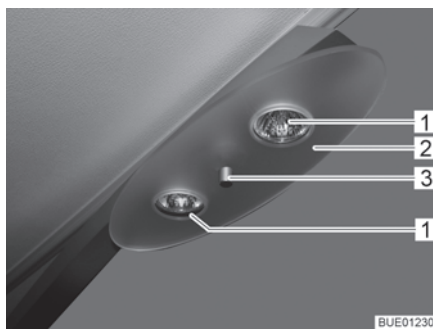

Fig. 189 Lámpara halógena de techo
- Desenroscar la tuerca de fijación (Fig. 189,3) y retirar la cubierta (Fig. 189,2).
- Extraer la bombilla halógena (Fig. 189,1).